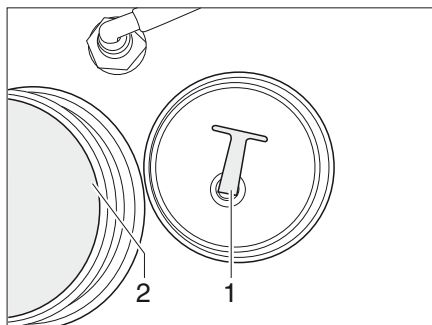

Bild 350 Propp
- Skruva ut proppen (Bild 350,1) ur utloppsöppningen (Bild 350,2). Vattnet rinner ut.